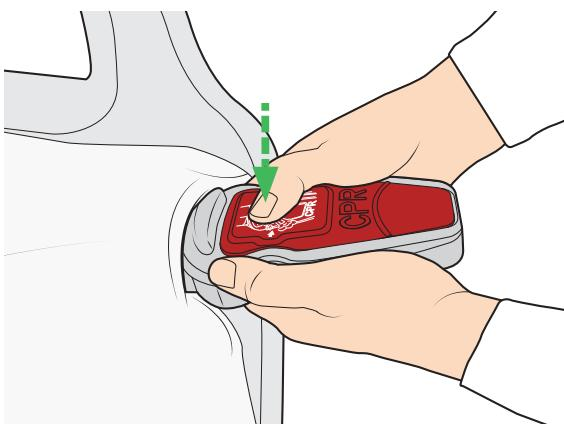

Figura 30
6. Asegúrese de que la unidad de desinflado rápido para RCP esté en posición cerrada (consulte la figura 30). La unidad de desinflado rápido para RCP debe estar accesible en todo momento.